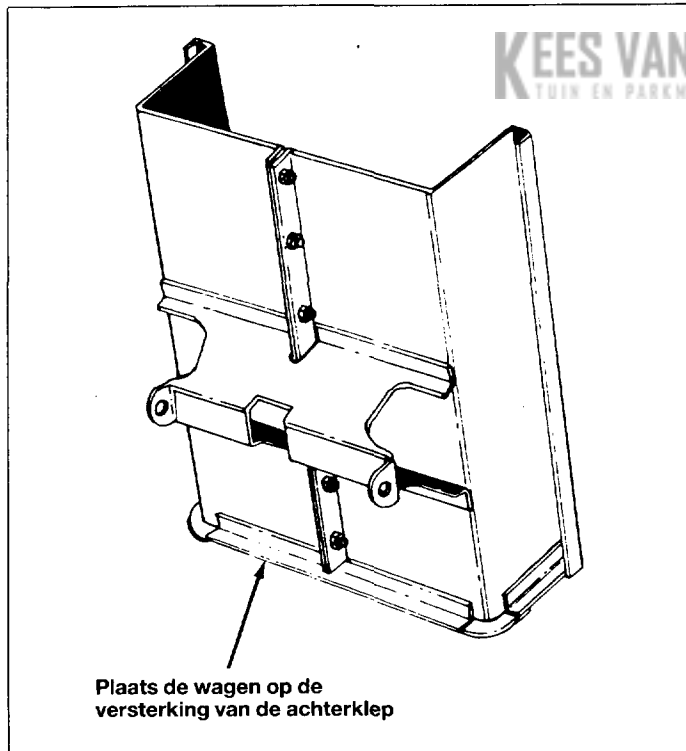

Fig. 7
12. De wagen optillen en met de versterkingen van de achterklep op de grond plaatsen. Monteer overeenkomstig punt 13 en met 21. Zie fig. 7.